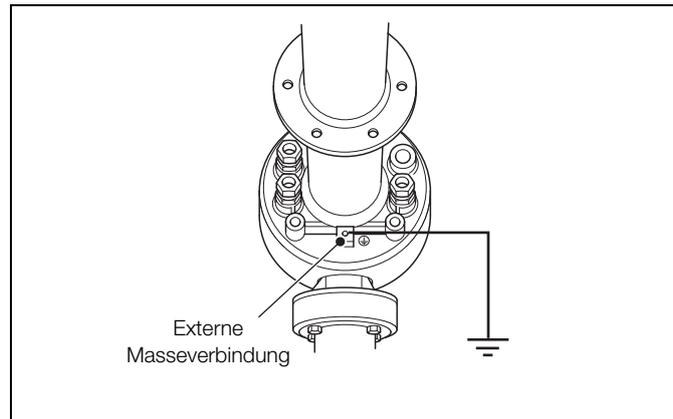

Abb. 5.1 Externe Erdungsklemme von Sonde
- Die Sonde **muss** über die externe Erdverbindung mit der lokalen Erde verbunden werden – siehe Abb. 5.1.